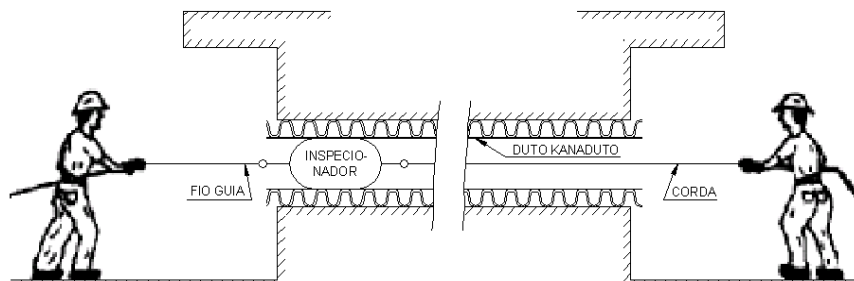

Figura 19
- Em seguida, puxamos o arame guia e introduzimos o inspecionador pelo interior do duto, até atingir a outra extremidade (Figura 19).